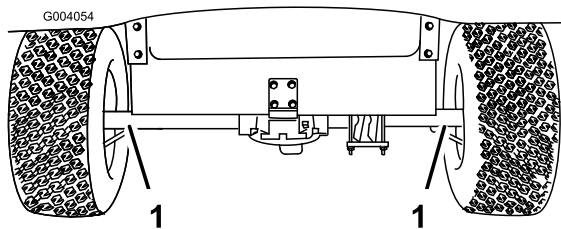
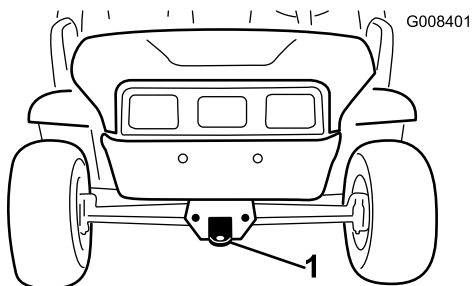

Figura 20
Figura 21
Utilizzate un rimorchio se dovete trasportare il veicolo a distanze considerevoli. Accertatevi che il veicolo sia fissato al rimorchio. Vedere Figura 20 e Figura 21 per conoscere la posizione dei punti di attacco.
2. Fissate una fune di traino al timone sulla parte anteriore del telaio (Figura 21).